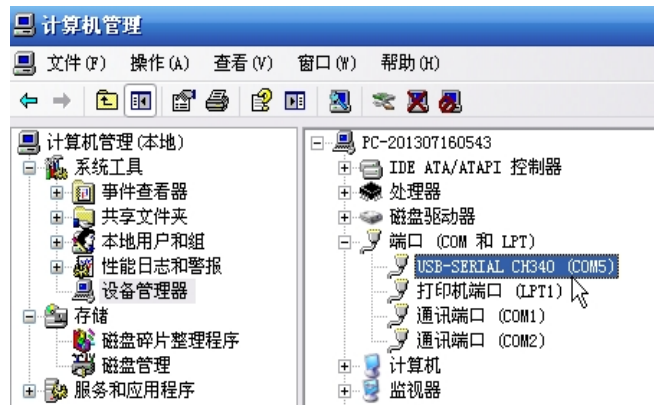

图 3.5 查看 USB-SERIAL CH340 对应的串口号
4. 在右侧的树控件里单击“端口”节点，查找 USB-SERIAL CH340（若没有出现 USB-SERIAL CH340，则需要重新插拔一下 USB-485），再查看对应的端口号，如图 3.5 所示。